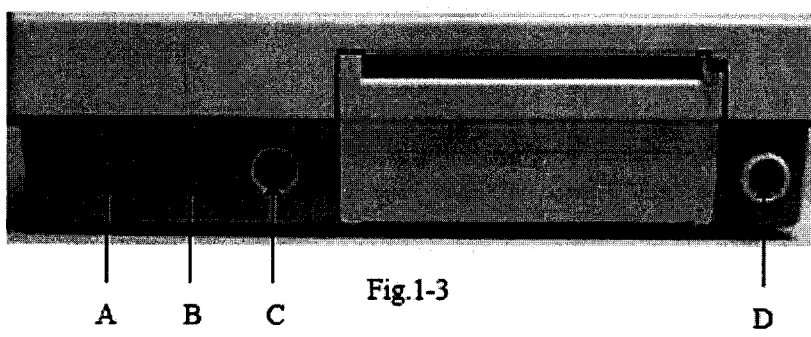

Fig.1-3
Introducir el enchufe (con una marca amarilla) de la sonda FHR (con el símbolo US) en el receptáculo de "frecuencia cardiaca" en el panel de instrumentos (C); Introducir el enchufe (con una marca azul) de la sonda de la contracción uterina presión (con el símbolo TOCO) en el receptáculo "presión de contracción uterina" en el panel de instrumentos (B); Introducir el enchufe (con una marca verde) del botón de marcado de movimiento del feto en el receptáculo "Movimiento Fetal" en el panel de instrumentos (A). Ver fig. 1-3